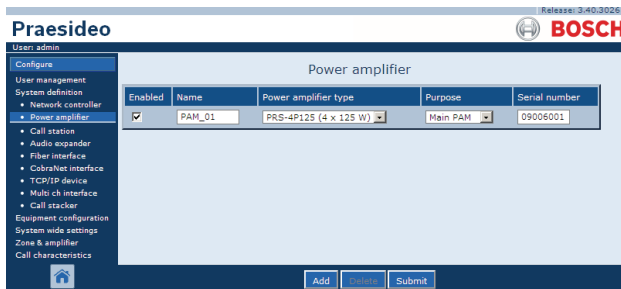

figura 43.7: Agregar un amplificador de potencia, paso 4
- 3 Introduzca los datos del amplificador de potencia (consulte figura 43.7 como ejemplo).
- Haga clic en el botón *OK* para agregar el amplificador de potencia a la lista de amplificadores de potencia del sistema. Aparece una pantalla similar a la mostrada en figura 43.7 en el cuadro principal de la interfaz Web.